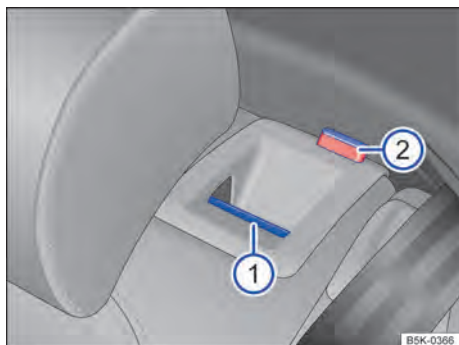

Fig. 67 No encosto do banco traseiro: botão de destravamento.
- Puxar o botão de destravamento → Fig. 67  para frente e, ao mesmo tempo, rebater o encosto do banco traseiro para frente.
- A respectiva parte de encosto do banco traseiro estará destravada quando a marcação vermelha → Fig. 67  estiver visível.
- A marcação vermelha → Fig. 67  não pode mais estar visível.